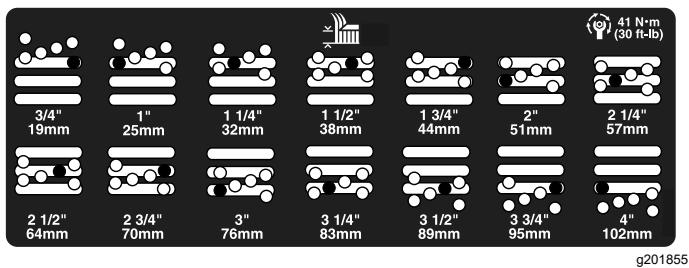

图 16
5. 将切割腔移至所需的剪草高度然后将隔片安装至指定的剪草高度孔和槽图 16。